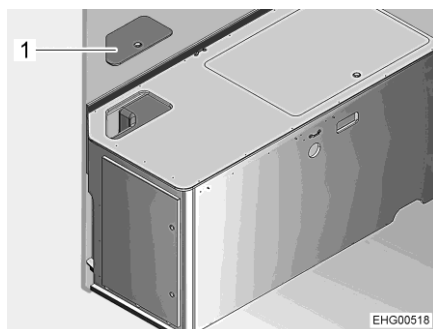

Fig. 139 Cassone letto a sinistra
- Rimuovere il coperchio di servizio (Fig. 139,1).